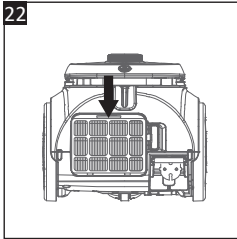

Рис. 22
3. Нажмите на язычок в верхней части выпускного воздушного фильтра (24), чтобы снять его с пылесоса (Рис. 22).